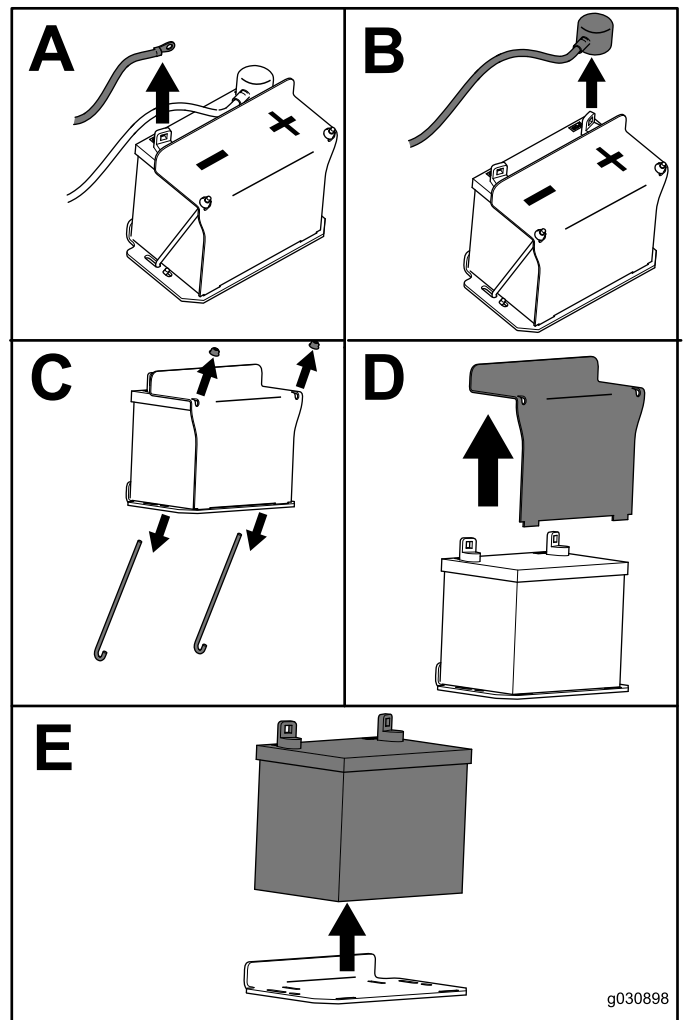

Figura 46
3. Retire la batería, según se muestra en Figura 46.